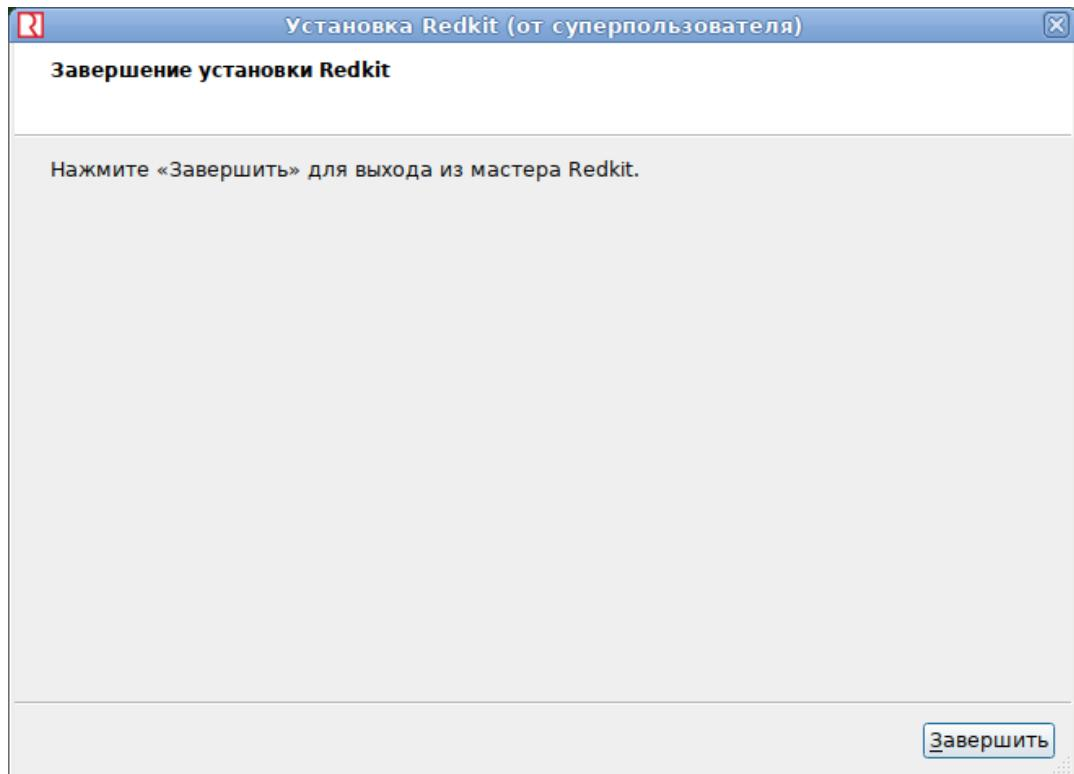

Рисунок 9 - Завершение установки Redkit
10. После завершения установки нажмите **Завершить** (Рисунок 9).